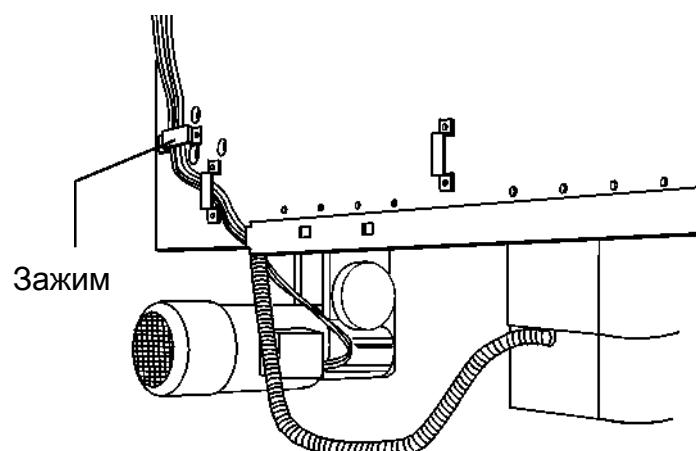

Рис.3-15
5. Зафиксируйте кабель ЭОП и провода двигателя угла наклона (angulation motor) на левой стороне торцевой стенки ЭСУ, используя зажим кабеля из комплекта (Рис. 3-15). Провода должны быть уложены так, чтобы они проходили параллельно друг другу, следуя траектории кабелей, уже имеющиеся в аппарате.